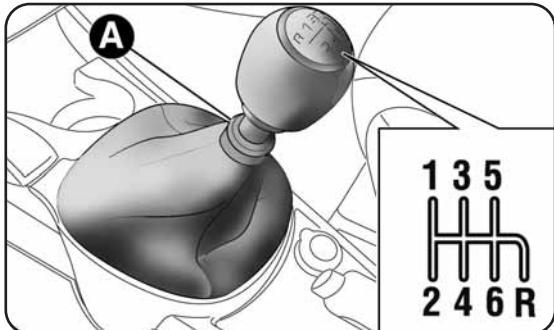
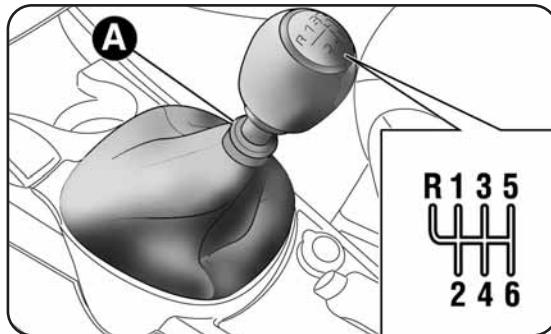
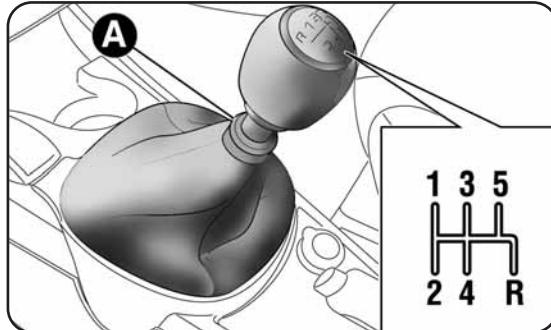

fig. 2 Versions 1.4 Essence, 1.4 Multi Air
fig. 3 Versions 1.4 Turbo Benzina 155Ch
fig. 4 Versions 1.4 Turbo Benzina 120Ch, 1.4 Turbo Multi Air,
Pour enclencher les vitesses, enfoncez à fond l'embrayage et placer le levier de vitesses à la position désirée (le schéma de passage des vitesses est indiqué sur la tête du levier fig. 2, fig. 3 et fig. 4).
Pour passer en marche arrière (R) à partir du point mort, soulever l'anneau A-fig. 2, fig. 3, fig. 4 situé sous le pommeau du levier en procédant de la manière suivante: